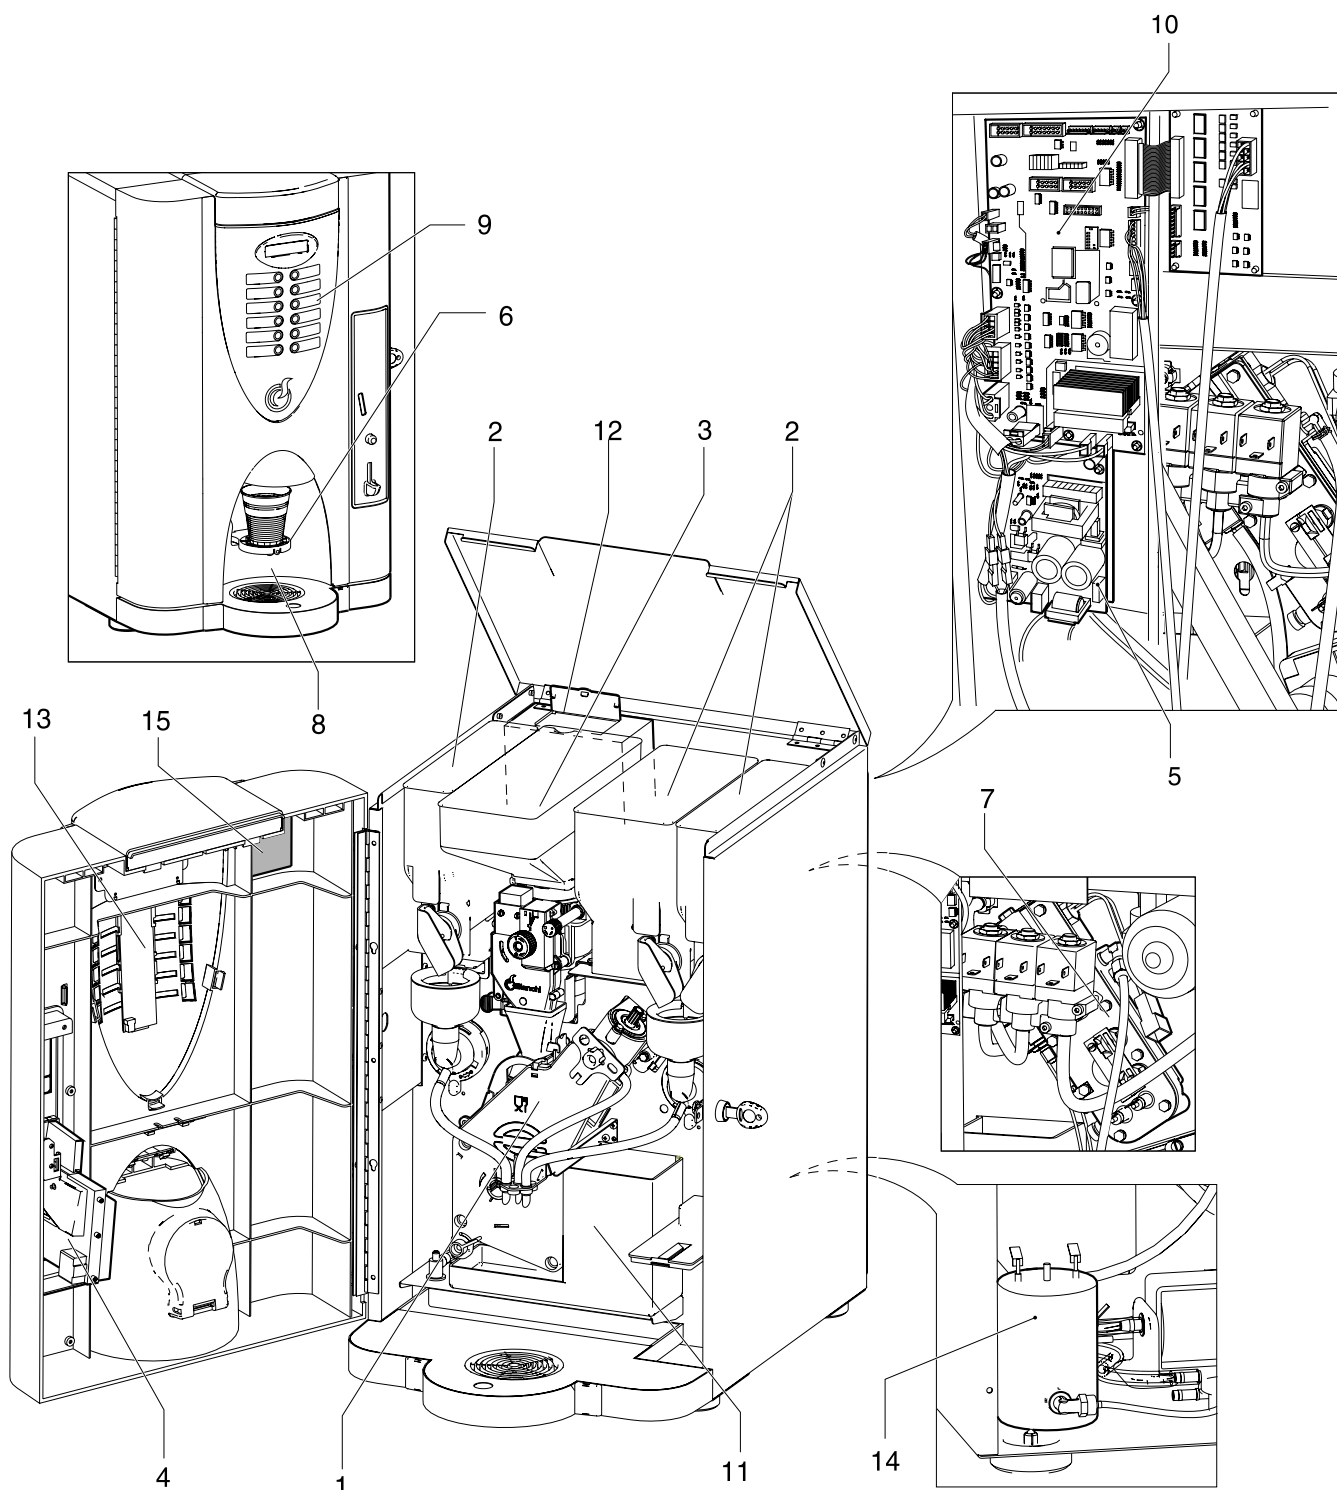

Fig. 3.1
3.1.1 Versão Espresso (Fig.3.1)